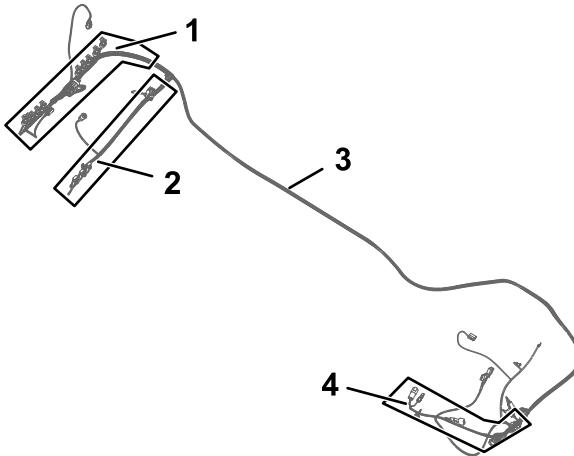
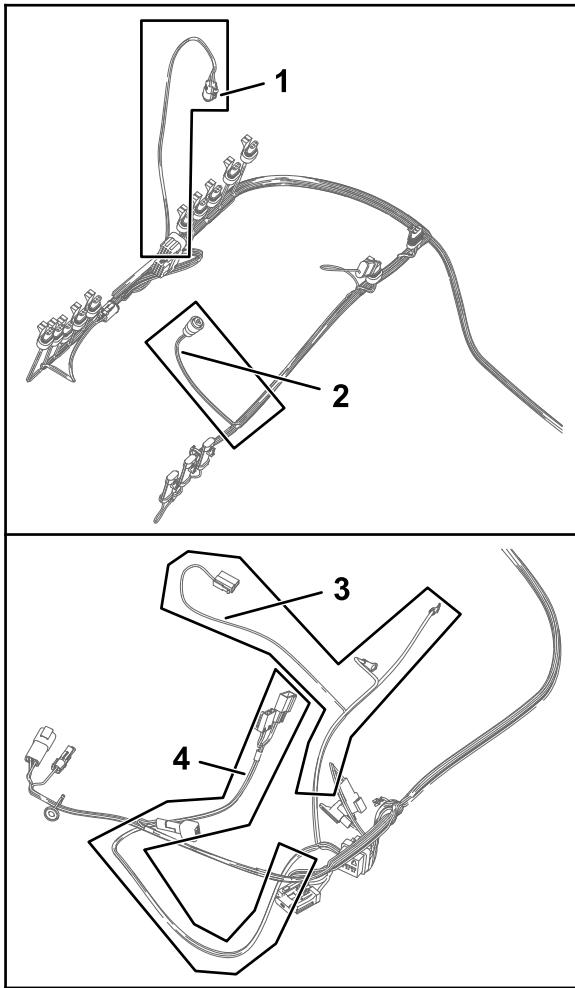

Рисунок 74
Рисунок 75
1. Найдите ответвления жгута проводов длиной 84 см, 60 см и 66 см из комплекта (Рисунок 74 и Рисунок 75).